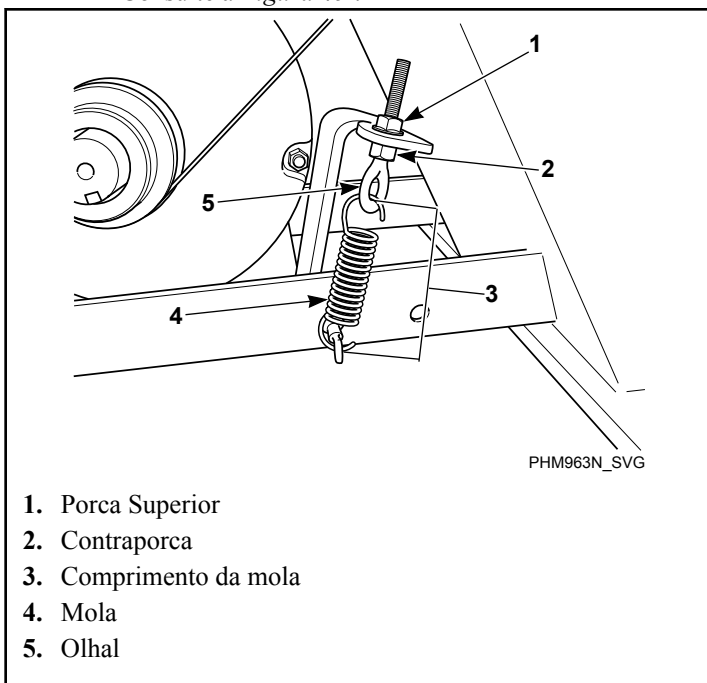

Figura 45
- **Frequencímetro.** Aperte a porca superior do olhal até obter a frequência correta (consultar *Tabela 36*) no meio da faixa. Aperte a contraporca $20,6 \pm 2$ pés-lb. Consulte a *Figura 45*.
- **Medidor de tensão.** Aperte a porca superior do olhal até que a medição adequada da correia (consulte a *Tabela 36*) seja obtida no meio do intervalo. Aplique na contraporca para o suporte da mola o torque de $20,6 \pm 2$ ft-lb. Consulte a *Figura 45*.
- **Comprimento da mola.** Aperte a porca superior do olhal até que a mola meça 103 mm [3 15/16 pol.] (modelos de 20-30 kg [45-65 lb.]) ou (modelos de 39-72 kg [85-160 lb.]) entre os ganchos. Aperte a contraporca a $20,6 \pm 2$ pés-lb. (3 kg-força). Consulte *Figura 45*.
- **Mantenha a tensão durante a remoção da correia.** Se a tensão adequada for alcançada, prenda a contraporca em sua posição e afrouxe a porca superior do olhal para liberar a correia. Substitua a correia e aperte novamente a porca superior do olhal na posição da contraporca. Consulte a *Figura 45*.